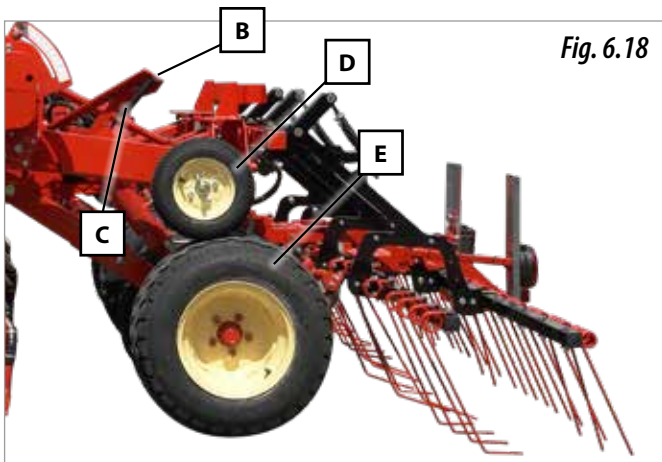

Fig. 6.18
- 8 - Vérifiez que la roue intermédiaire est en contact avec la roue de flottaison (Fig. 6.18). Dans le cas contraire, il faudra procéder à un réglage :
**EN HAUTEUR**, en agissant sur l'écrou supérieur du tendeur (B, Fig. 6.18).
**EN PRESSION**, au moyen de l'écrou inférieur du tendeur (C, Fig. 6.18).
LA ROUE INTERMÉDIAIRE (D, FIG. 6.18) DOIT EXERCER UNE LÉGÈRE PRESSION SUR LA ROUE DE FLOT-TAISON (E, FIG. 6.18).